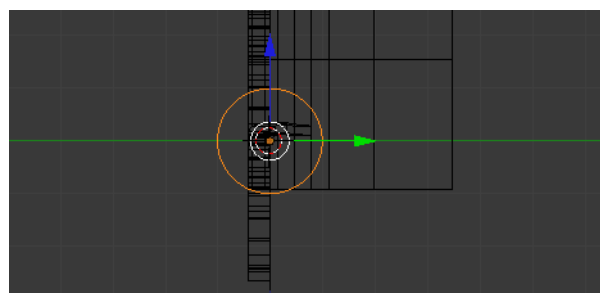

Figura 5.91
19. Insira um objecto do tipo **Bezier Circle**, **[Shift]+[A] > Curve > Circle**, rode-a de 90° sobre yy e de 180° sobre zz, figura 5.91.